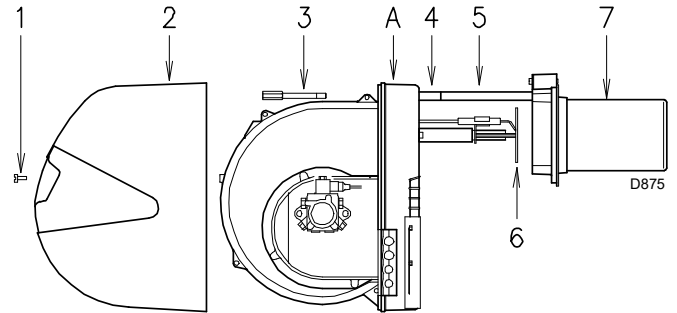

Abb. 40
- Die Schraube 1)(Abb. 40 auf Seite 31) entfernen und die Verkleidung 2) abnehmen.